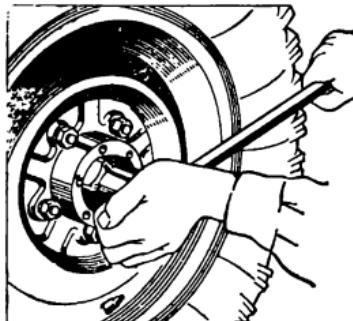

Рис. 88. Регулировка подшипников ступиц
6. Затяните гайку регулировки подшипников ступицы с помощью ключа и лопатки-вортка усилием одной руки (рис. 88).